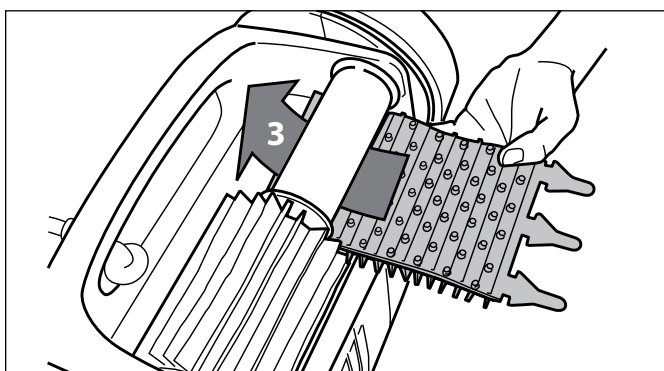

Figure 32. Installer les nouvelles brosses
3. Pour installer une nouvelle brosse, placer la nouvelle brosse sur le rouleau, les pointes orientées vers le bas (Figure 32).